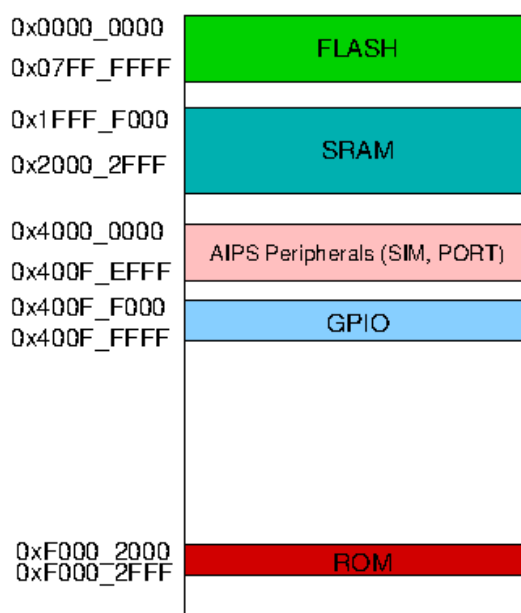

Figura 1: Faixas de endereços de memória em que FLASH, RAM e ROM são mapeadas.
Figura 1 ilustra como as 3 unidades de memória, FLASH, RAM e ROM, integradas no microcontrolador MKL25Z são mapeadas no espaço de endereçamento do núcleo ARM Cortex-M0+.
Os arquivos de configuração são caracterizados pela sua baixa volatilidade, sendo organizados em três subpastas dentro do diretório `Project_Settings`: `Debugger`, `Linker_Files` e `Startup_Code`. Na subpasta `Debugger`, encontram-se arquivos (*scripts*) de suporte à depuração dos programas. Já a subpasta `Linker_Files` contém um *script* que fornece dados essenciais, incluindo a definição do nome simbólico `__thumb_startup` para o endereço inicial de execução. Esses dados permitem que o ligador organize e vincule diferentes módulos ou unidades de código para formar o programa executável, além de carregá-lo nos espaços de endereços de memória adequados, conforme mostrados na Figura 1. Por fim, a subpasta `Startup_Code` contém códigos-fonte de instruções comuns de inicialização.
1.b **Endereço da pilha:** A pilha é uma estrutura de dados essencial na execução de programas nos processadores atuais, oferecendo uma abordagem organizada para gerenciar dados temporários e controlar o fluxo de execução, especialmente durante a chamada das sub-rotinas. O endereço da pilha usada num projeto desenvolvido no IDE CodeWarrior é configurado no *script* `MKL25Z128_flash.ld`. Localize o arquivo e procure nele o endereço da pilha configurado. Além disso, por meio da Figura 1, determine a unidade de memória física em que a pilha é implementada.
- 1.g **Arquitetura de Von Neumann:** A prática de dividir um programa em segmentos de instruções e dados é uma técnica que oferece benefícios em termos de organização, modularidade e gerenciamento eficiente de memória. No entanto, para efetuar essa divisão, é necessário mapear esses segmentos em espaços físicos de memória. Devido à arquitetura de Von Neumann, esses segmentos compartilham o mesmo espaço de memória. No IDE CodeWarrior, o mapeamento é configurado por meio do *script* `MKL25Z128_flash.ld`. Procure no arquivo os espaços de endereços configurados para os três segmentos, sabendo que `m_text` ↔ `.text` e `m_data` ↔ `.data + .bss`. Além disso, por meio da Figura 1, determine a unidade de memória física em que cada segmento é implementado.
3.b **Aba Variables:** A aba *Variables* gerencia as variáveis locais usadas na rotina em execução, fornecendo informações como valores e endereços, como vimos no roteiro 1 [7]. Reinicie a execução do programa, pulando a inicialização-padrão, com os dois pontos de parada setados. Anote os endereços **que aparecem na aba Variables** ao reiniciar a execução a partir da primeira instrução de *main* e nos dois pontos de parada, *espera* e *multiplo_iteracoes*, e associe esses endereços às unidades de memória físicas mostradas na Figura 1.